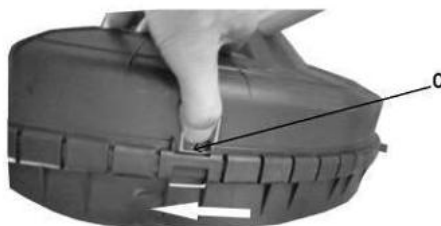

Рисунок 14
- Нажмите на зажим **С** и снимите дополнительный защитный кожух (рис.14).